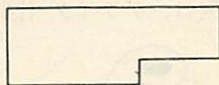

図5 読字用具
(4) プラスチック薄板またはかたいボール紙を使用して、図5のような読字用具を製作し、型紙使用のけがき・はさみ切断の知識と技能を定着させ発達させる（1時間）。